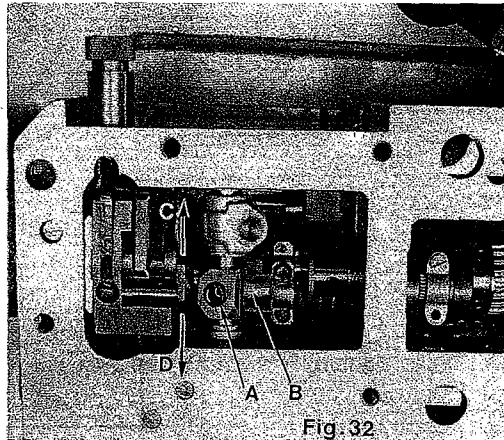

Fig. 32
2. Loosen screw (A, Fig. 32).
3. If the difference between dimension "A" and dimension "B" (Fig. 31) is less than 0,8 - 1 mm = .032 - .04 inch, lever (B, Fig. 32) must be moved in the direction of the arrow to "D".
4. If the difference is more than 0,8 - 1 mm = .032 - .04 inch, lever (B, Fig. 32) must be moved in the direction of the arrow to "C".
2. Lösen Sie die Schraube (A, Fig. 32).
3. Ist der Unterschied zwischen Maß "A" und Maß "B" (Fig. 31) kleiner als 0,8 - 1 mm muß der Hebel (B, Fig. 32) in Pfeilrichtung nach "D" verschoben werden.
Ist der Unterschied größer als 0,8 - 1 mm muß der Hebel (B, Fig. 32) in Pfeilrichtung nach "C" verschoben werden.